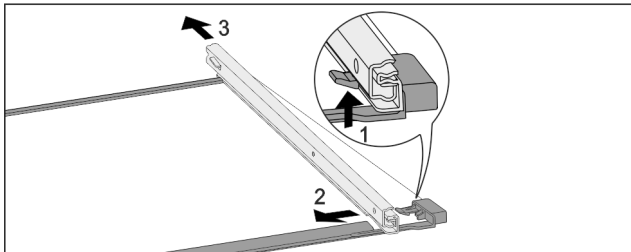

Fig. 263 Staklena ploča s vodilicama
- Prednji uskočnik pritisnite prema gore. Fig. 263 (1)
- Izvlačnu vodilicu povucite u stranu Fig. 263 (2) i prema natrag Fig. 263 (3).